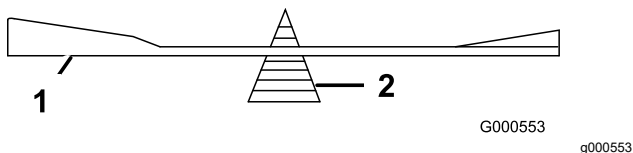

Figura 35
2. Verificai echilibrul lamei aezând-o pe dispozitivul de echilibrare a lamei (Figura 35).